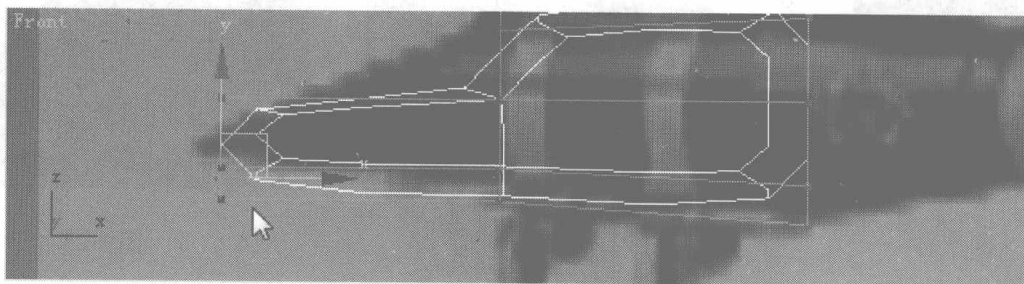
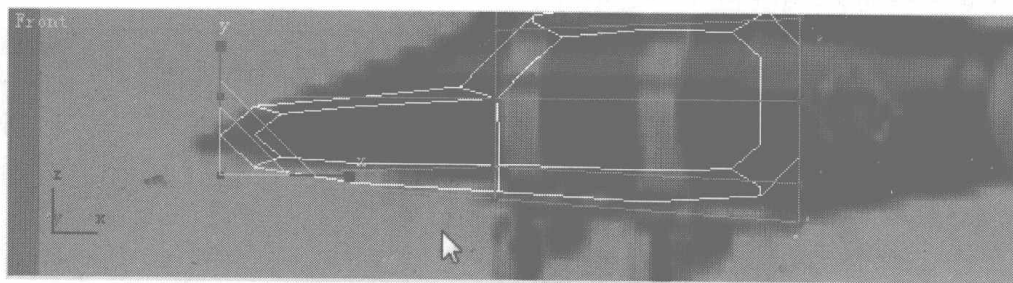
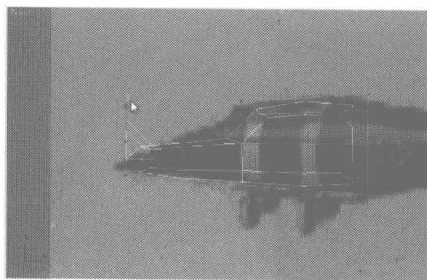
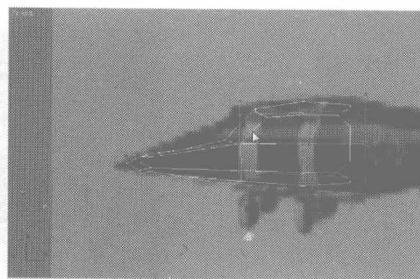

图 2.15
图 2.16
图 2.17
图 2.18
- 04** 选择如图 2.15 所示的点，调整到如图 2.16 所示的位置。选择如图 2.17 所示的点，调整到如图 2.18 所示的位置。